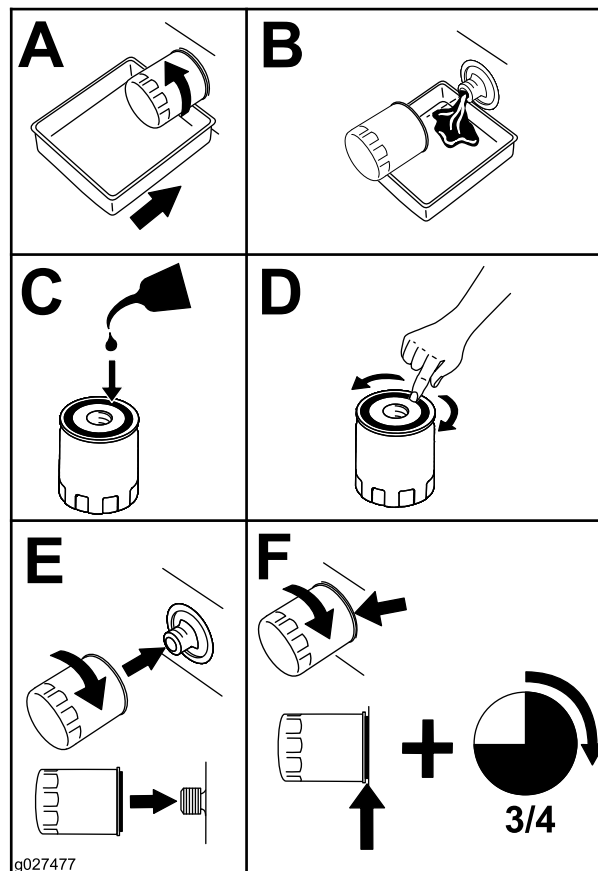

Figura 46
2. Substitua o filtro do óleo do motor (Figura 46).